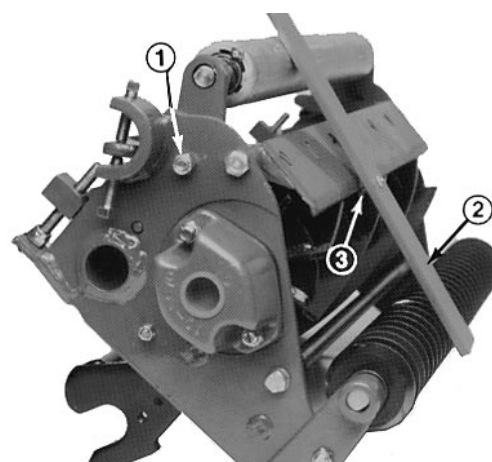

Fig. 7
3. Løsn låsemøtrikkerne, som fastholder klippehøjdebeslagene i hver ende af klippeenheten (Fig. 7).
5. Placer stangen på tværs af den forreste og bageste rulle og juster tapbolten, indtil undersiden af skruehovedet går i indgreb med bundknivens skær (Fig. 7).